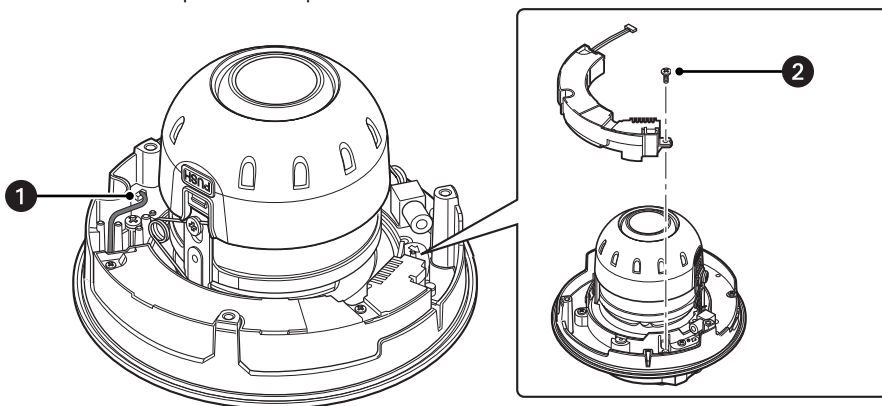

Рис. 39. Демонтаж нагревателя
2. Отвинтите винт, крепящий нагреватель (см. рис. 39).